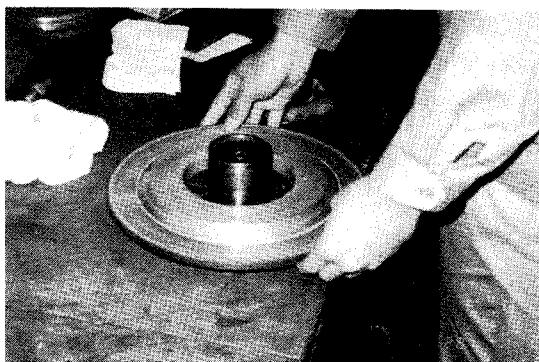

図1-8
(3) ダイヤモンド砥石を固定側フランジにはめ込む。
- ・フランジにそっとはめ込む。この場合、砥石を無理な力でフランジに押し込まないように注意する(図1-8)。